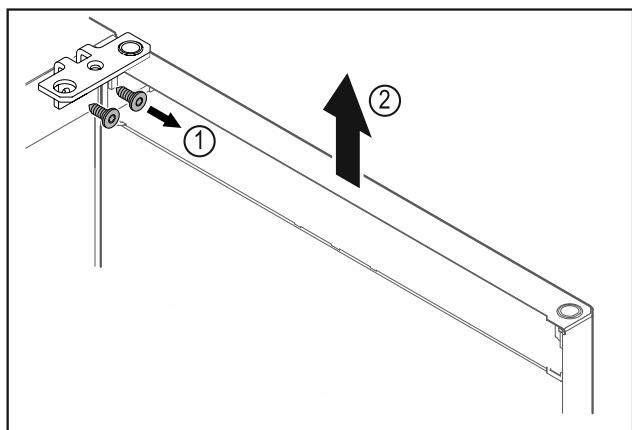

Fig. 12
- Odvijte kotnik tečaja vrat Fig. 12 (1).
- Vrata s kotnikom tečaja Fig. 12 (2) dvignite za približno 200 mm naravnost navzgor in jih snemite.